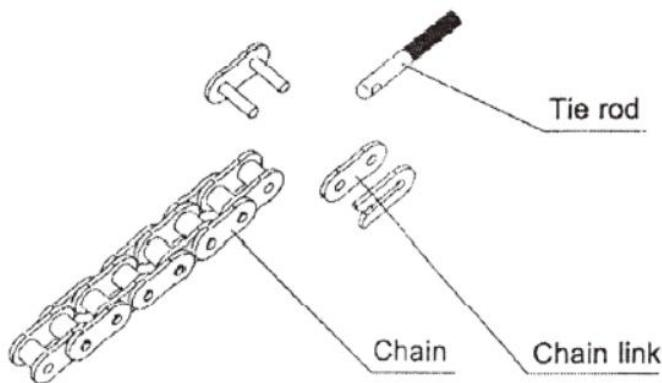

Figur 7
- e) Lås upp huvudmotorn före installation. Så här låser du upp: ta ut nyckelkåpan, sätt i nyckeln och öppna den manuella frigöringsstången tills den roterar 90 tum, som visas i figur 7. Vrid sedan det utgående kedjehjulet så kan kedjehjulet enkelt roteras.